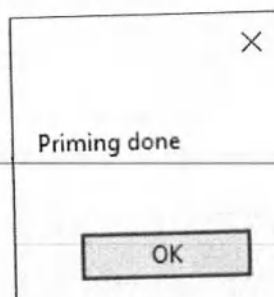

Рисунок 50
9.5.6.6 Когда ниже появляется сообщение после работы перистальтического насоса, нажмите кнопку «ОК» и закройте окно [Рисунок 50].